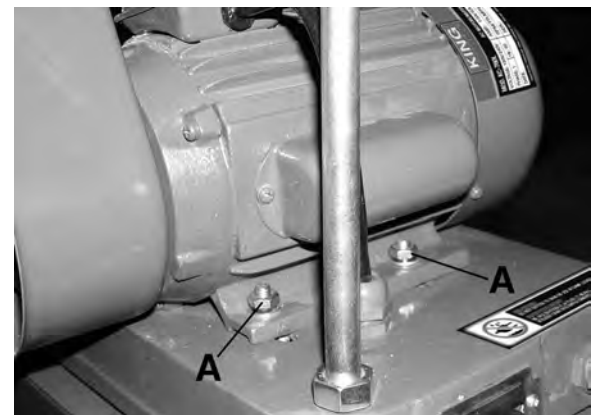

Figure 23
4. Pour relâcher la tension de la courroie d'entraînement en V, désérrez les quatre écrous de fixation du moteur (A) Fig.23 et déplacez le moteur vers le disque de ponçage.
10. Une fois que la bonne tension est obtenue, reserrez les quatre écrous de fixation (A) Fig.23. du moteur.